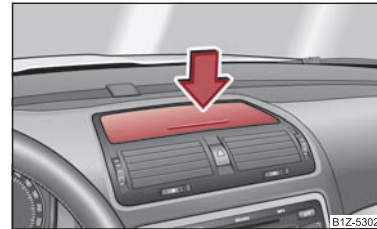

Fig. 91 Tabloul de bord: Compartimentul de depozitare
- Apăsăți pe centrul compartimentului de depozitare ⇒ fig. 91 - capacul se deschide.